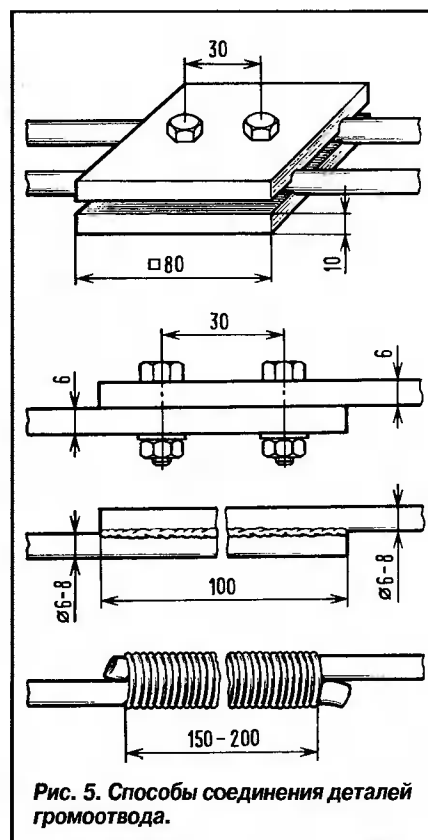

Рис. 5. Способы соединения деталей громоотвода.
■ Способы соединения деталей громоотвода показаны на рис. 5. Самые надежные — сварка или пайка, но можно применять и скрутку, бандажное соединение, специальные сжимы или соединения внахлест при помощи болтов и заклепок.